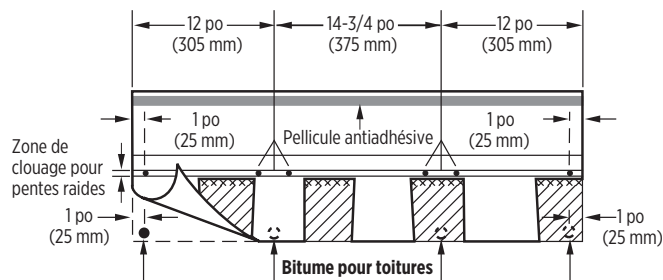

Figure 11-5 : Employez six clous et quatre points de colle pour toitures d'asphalte sur les pentes fortes.
**IMPORTANT :** Lorsque six clous sont posés dans un bardeau entier, suivez la configuration de clouage indiquée à la Figure 11-5. Les clous sont plantés dans la zone de clouage de 1-1/2 po.